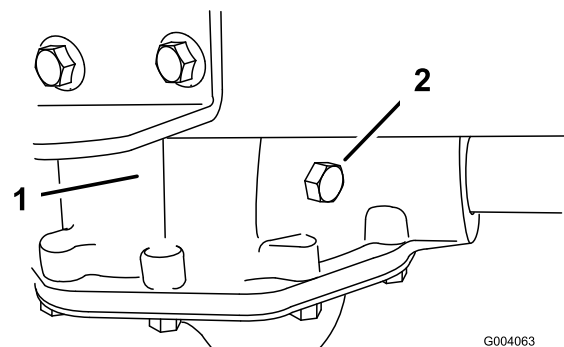

Bild 35
2. Entfernen Sie die Sicherungsschraube an der Antriebsachse (Bild 35).